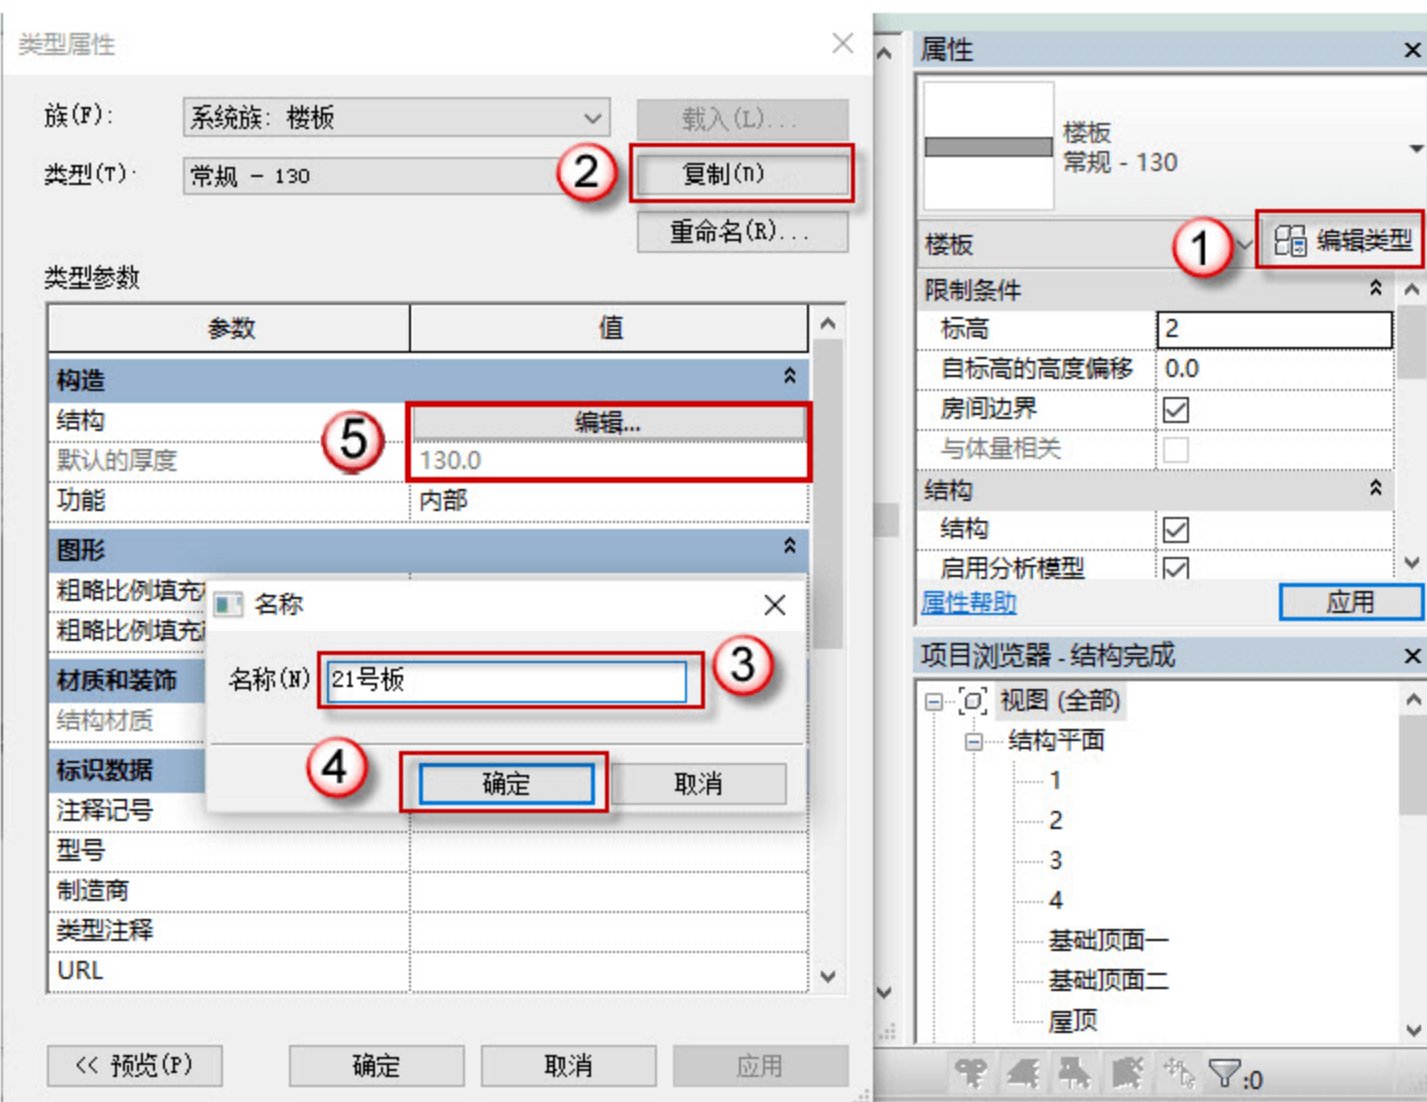

图 4.3.43 设置 21 号板参数
(18) 设置 21 号板参数，按快捷键 S+B，进入编辑模式，单击“编辑类型”按钮，在弹出的对话框中单击“复制”按钮，再在弹出的对话框中命名板号，单击“确定”按钮。单击“编辑”按钮设置参数，将板厚设置为 130，如图 4.3.43 所示。